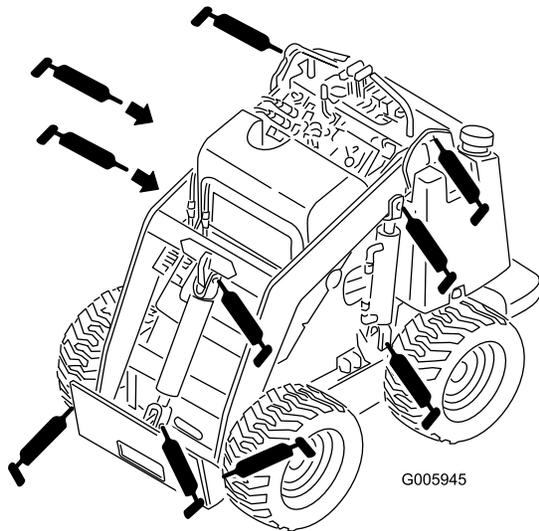
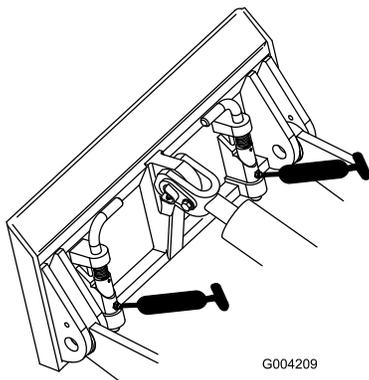

Figura 26
Figura 27
4. Conecte una pistola de engrasar a cada punto de engrase (Figura 26 y Figura 27).